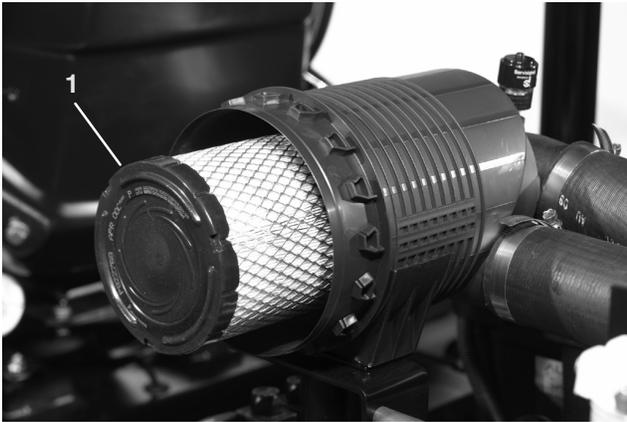
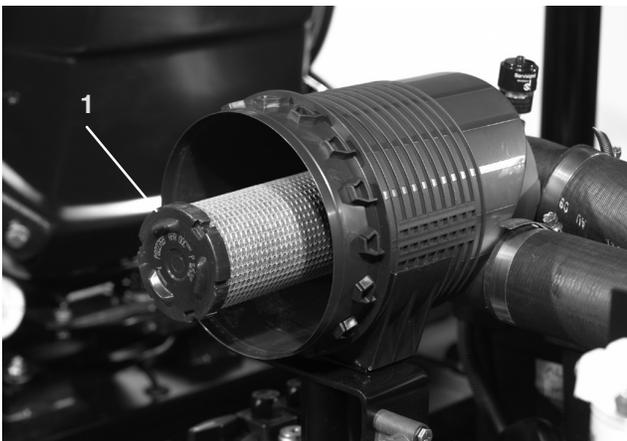

Bild 45
Bild 46
2. Schieben Sie den Hauptfilter (Bild 45) vorsichtig aus dem Körper heraus, um das Losrütteln von Staub zu minimieren. Vermeiden Sie ein Anstoßen des Filters am Filterkörper. **Entfernen Sie den Sicherheitsfilter nicht (Bild 46).**